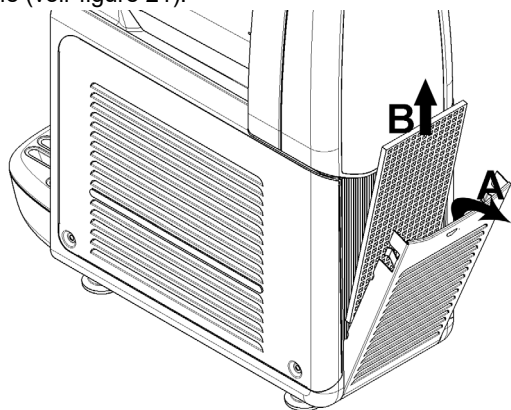

figure 21
**3 Tous les mois** : ôter la poussière qui s'est accumulée sur le filtre du condenseur situé sur le panneau arrière de la machine (voir figure 21).